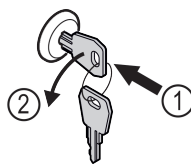

Fig. 165
- Vstavite ključ. Fig. 165 (1)
- Ključ obrnite v smeri proti urnim kazalcem za 90°. Fig. 165 (2)